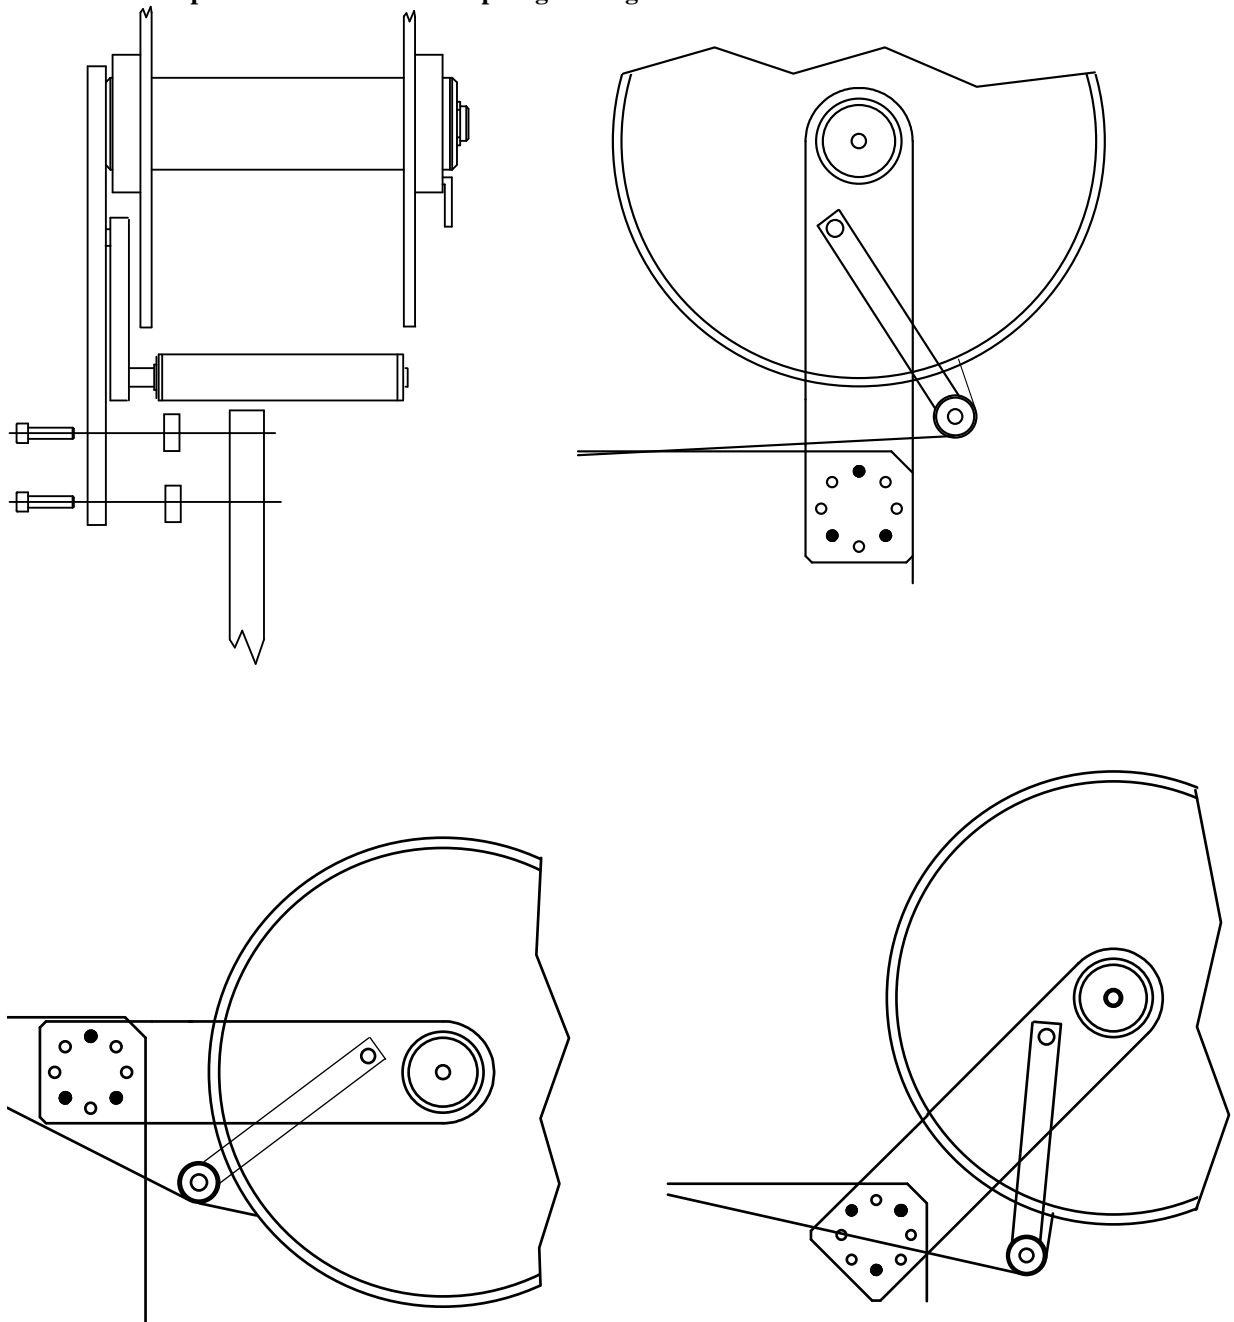

FIGURA 6
- * **Assemblare** il supporto magazzino etichette alle flange come rappresentato nella figura 6, utilizzando le viti e i distanziali in dotazione.